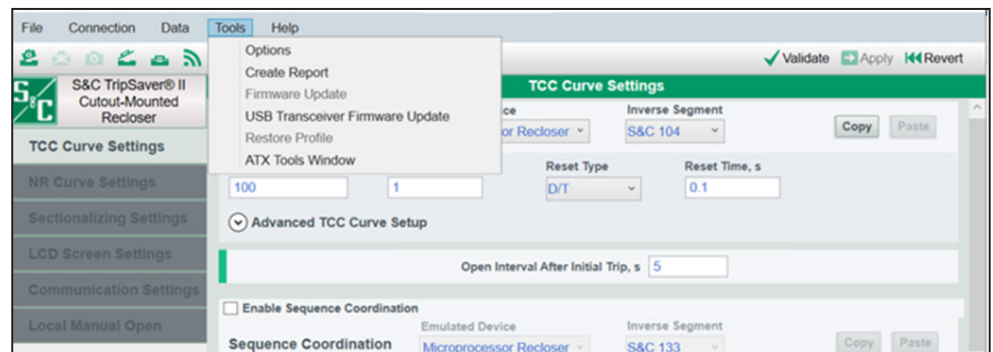

Figura 58. Item Atualização de Firmware do Transceptor USB no menu Ferramentas.
PASSO 2. Selecione a opção **Tools>USB Transceiver Firmware Update** (Ferramentas>Atualização do Firmware do Transceptor USB) no menu **Principal**. Ver Figura 58.